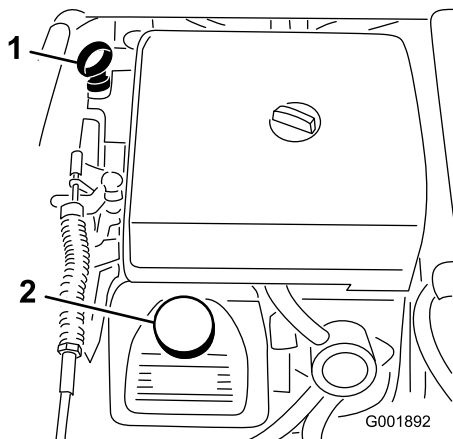

図 20
2. ディップスティックを抜き、ウェスで一度きれいに拭く(図 20)。ディップスティックを、チューブの根元までもう一度しっかりと差し込む。ディップスティックを引き抜いて油量を点検する。
3. 油量が少なければ、バルブ・カバーの上についている補給口(図 20)を開け、ディップスティックの Full マークまでオイルを補給する；オイルの種類や粘度の選択についてはエンジンの整備 , 40ページ「エンジン・オイルについて」を参照。補給するときは、ディップスティックで確認しながら少量ずつ入れてください。入れすぎないように注意してください。